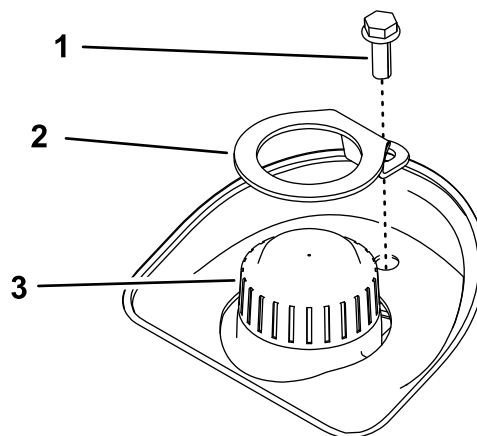

Figure 46
5. Si le niveau d'huile est trop bas, enlevez le dispositif de verrouillage et le bouchon au sommet du vase d'expansion (Figure 46), et faites l'appoint de liquide spécifié pour atteindre le niveau correct.